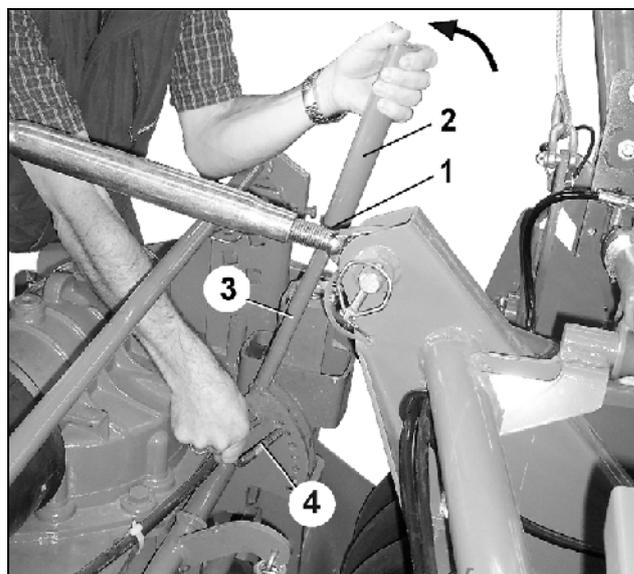

Fig. 105
- Desserrez la goupille d'arrêt (Fig. 105/1)
- Tirez la rallonge de levier (Fig. 105/2) au niveau du levier (Fig. 105/3)
- Tournez la rallonge du levier et fixez la au levier en utilisant la goupille d'arrêt (Fig. 105).
- Réglez la hauteur souhaitée pour la lame de nivellement en insérant l'axe (Fig. 105/4) dans le trou correspondant.